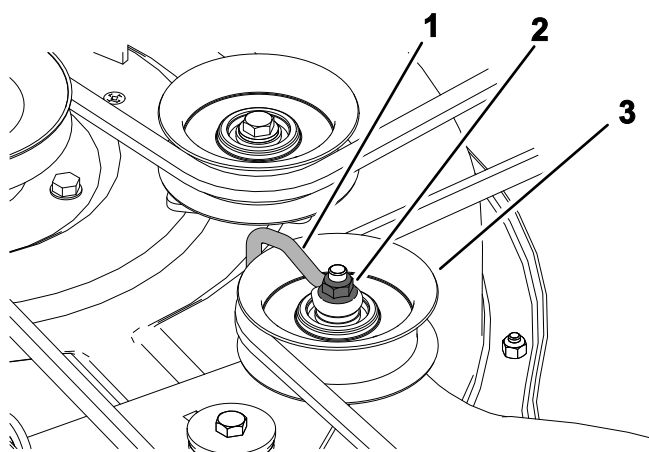

Figure 58
6. Sur les plateaux emboutis, desserrez l'écrou qui fixe le fil métallique à la poulie de tension (Figure 58).
**Remarque:** Placez le fil métallique contre le bras de la poulie de tension, comme montré à la Figure 58.